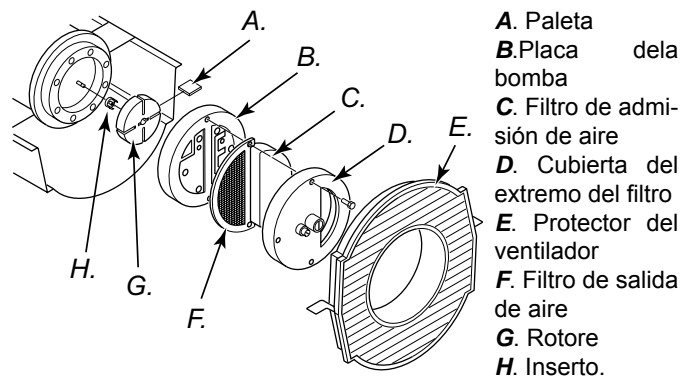

Figura 25 – Ubicación del rotor, modelos de 10 y 20kW.
9. Verifique el espacio del rotor. Ajustelo a 0,076/0,101 mm si es necesario (vea la Figura 25).